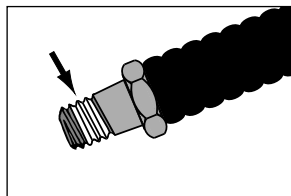

Figura 2, Sellante de la rosca
**Nota:** En los pasos siguientes, aplicar 1-1/2 vueltas de cinta Teflon u otro sellante adecuado a todas las conexiones hidráulicas, dejando la primera rosca completa libre de cinta o de sellante como se indica en la Figura 2.